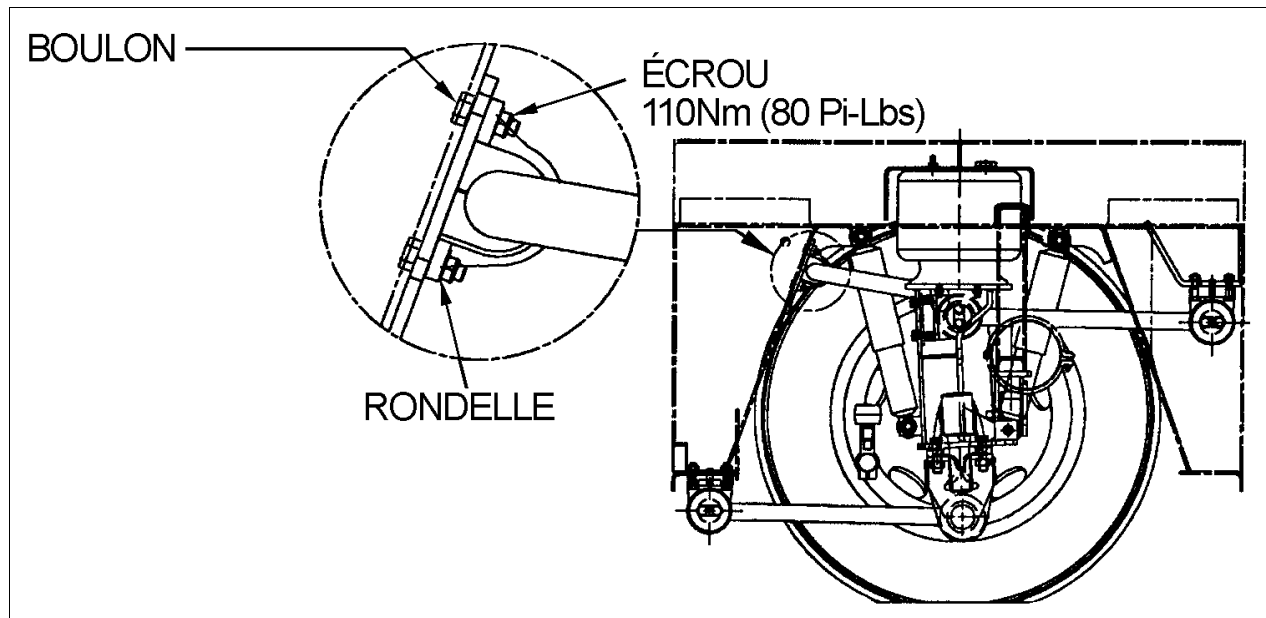

FIGURE 2 : AUTOCARS H3 AVEC ESSIEU AVANT RIGIDE
2. Dévisser puis installer une rondelle (955897) sous chacun des boulons des colliers des barres anti-roulis avant et arrière en vous référant aux figures 2, 3 et 4 pour l'emplacement des pièces.
Remarque : Les écrous des colliers de la barre anti-roulis de la suspension indépendante et de la barre anti-roulis de l'essieu avant rigide doivent être du côté collier (trou ovale) (voir figures 2 et 4).